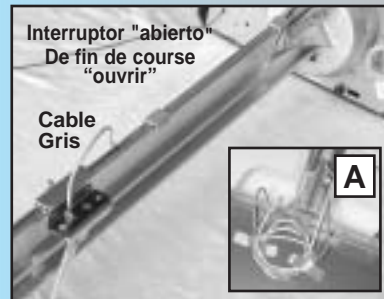

Fig. 1-21
- Ponga el interruptor limitador "ABIERTO" sobre el tope del riel a unas 12 pulgadas de la caja de control, **Fig. 1-21.**
- Acople el cable gris al interruptor, **Fig. 1-21.**
- Dejando algo flojo el cable (**Fig. 1-21**), pase el cable dentro de la ranura en la parte posterior del tope del riel a la caja de control.
- Use la grapa para cable [44] para ayudar a mantener flojo, **Fig. 1-21.**
- Placer la butée de fin de course OPEN sur le rail à environ 30 cm de la tête motorisée. **Fig. 1-21.**
- Attacher le fil gris à la butée. **Fig. 1-21.**
- En prévoyant du mou (**Fig. 1-21**), passer le fil dans la rainure située au-dessus du rail et remonter vers la tête motorisée.
- Fixer le mou à l'aide d'un circlip [44]. **Fig. 1-21.**